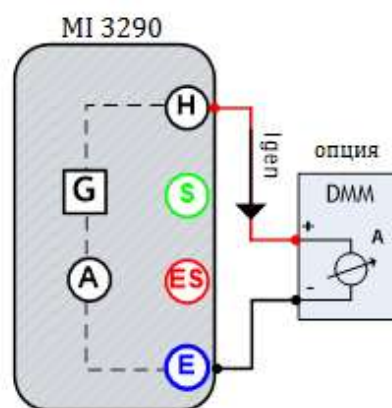

Рисунок 11.84: Измерения при самодиагностике, пример амперметра
- Разъемы Н и Е соедините с эталонным амперметром, см. рис. 11.84.